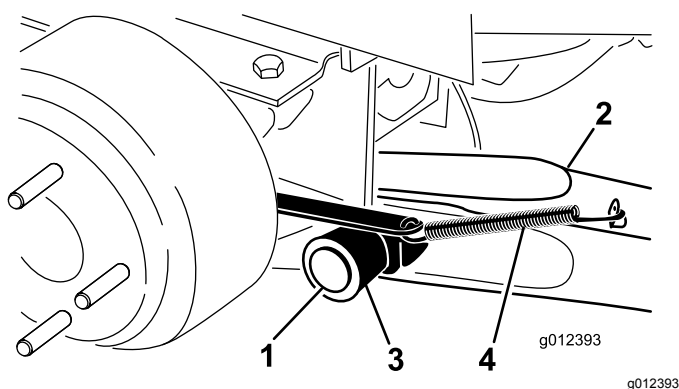

Figura 3
4. Monte un brazo de elevación en el soporte pivotante con un pasador de giro y un pasador de seguridad (Figura 3). Monte el brazo de elevación con la curva hacia fuera.
5. Enganche el muelle de retorno del freno en la pestaña del brazo de elevación (Figura 3).